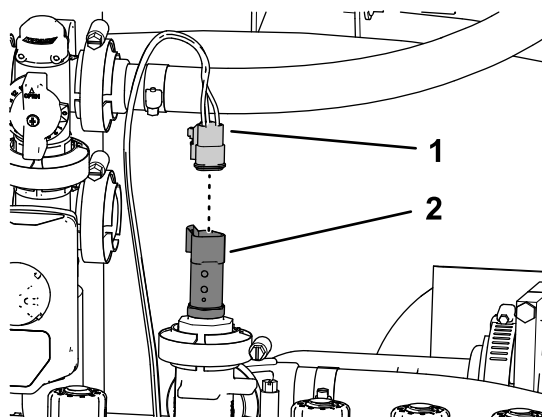

Figura 131
1. Inserite il connettore a 3 prese della diramazione di 61 cm del cablaggio preassemblato del kit indicato come CUNEO VERDE DEL TRASDUTTORE DI PRESSIONE nel connettore a 3 pin del trasduttore di pressione (Figura 131).